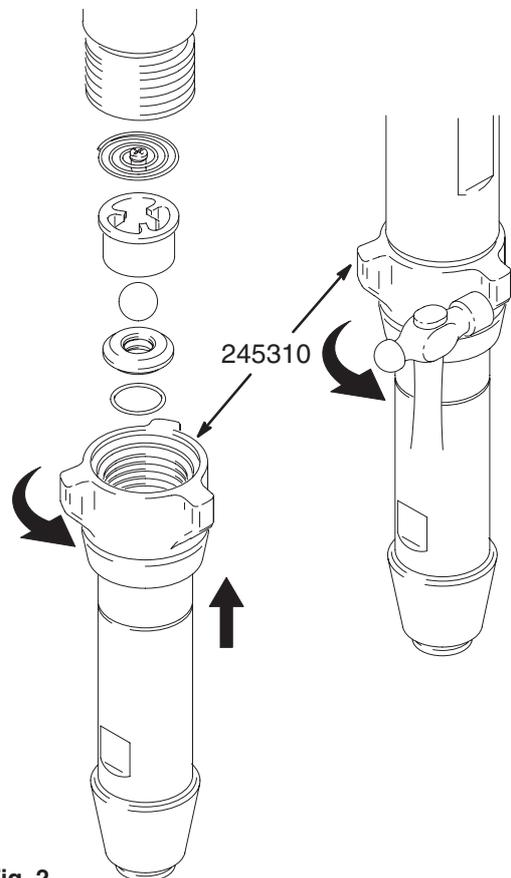

Fig. 2
2. Fig. 2. Instale el kit de conversión 245310 en la bomba.